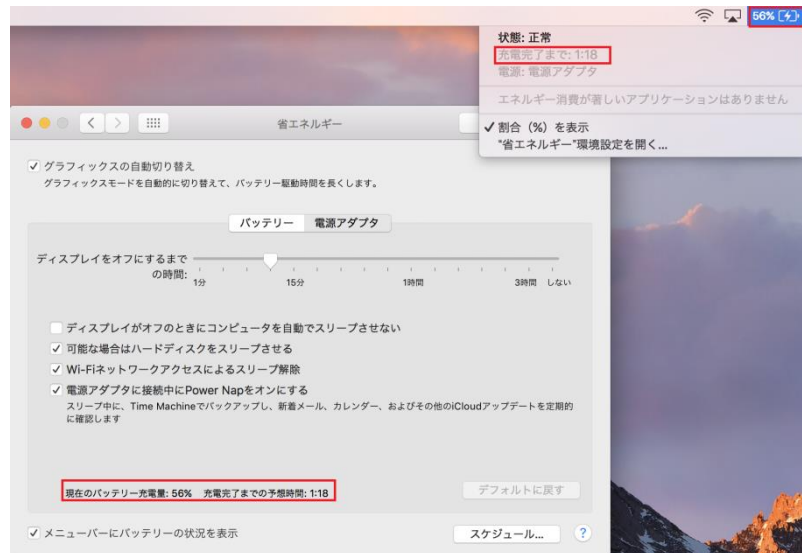

図 5-17 MacBook 受電の確認
- 1) 例として、MacBook Pro の場合は電池マーク「」をクリックします。図 5-17 のようにバッテリー充電量と充電完了までの時間が表示されます。MacBook Pro のバッテリーは当ボードにより充電されていることが示されています。